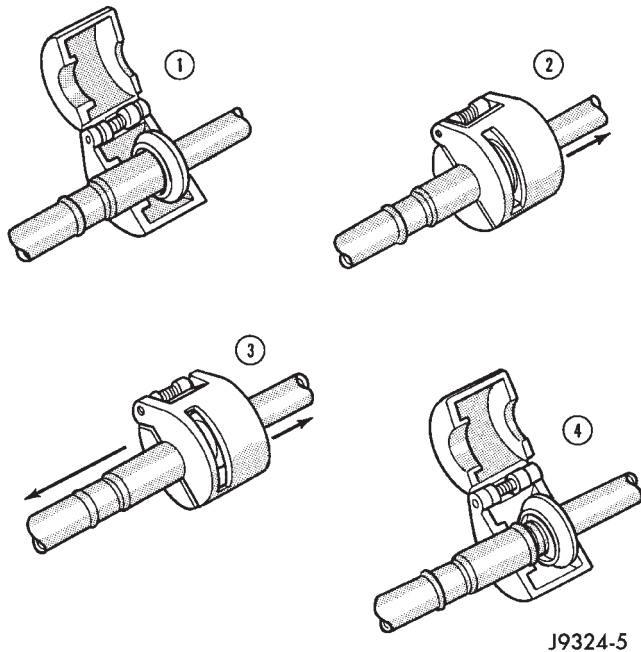

Abb. 5 Federschloßkupplungen der Kältemittelleitungen lösen
(1) Kältemittel wie im Abschnitt "Arbeitsbeschreibungen" in diesem Kapitel beschrieben mit einer geeigneten Kältemittel-Auffangvorrichtung aus der Klimaanlage ablassen.
(2) Sicherungsclip von der Federschloßkupplung lösen.
(3) Das entsprechende Werkzeug zum Trennen der Federschloßkupplungen (Spezialwerkzeug 7193) am Kupplungskäfig ansetzen (Abb. 5).